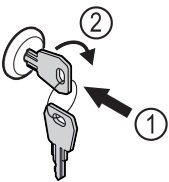

Fig. 172 Зображення для прикладу
- ▶ Вдавити ключ Fig. 172 (1).
- ▶ Повернути ключ на 90° за годинниковою стрілкою Fig. 172 (2).